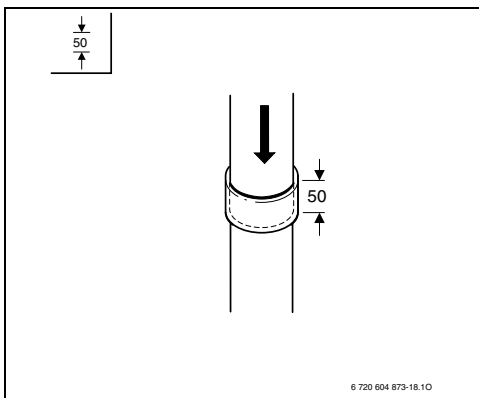

Рис. 36
► Установите дымовой комплект полностью на место (в данном случае глубина установки 50 мм) (Рис. 36).